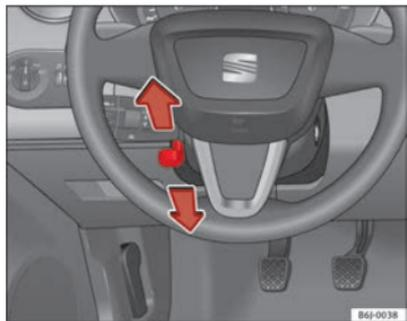

Fig. 95 Réglage en hauteur du volant
- Poussez le levier ⇒ fig. 95 situé sous la colonne de direction vers le bas ⇒ ⚠.
- Réglez le volant jusqu'à ce que vous obteniez la position souhaitée ⇒ fig. 95.
- Réglez le siège du conducteur ou le volant de sorte que la distance entre celui-ci et votre thorax soit au moins de 25 cm ⇒ fig. 95. Si vous ne respectez pas cette distance minimale, le système d'airbags sera dans l'incapacité de vous protéger – danger de mort !